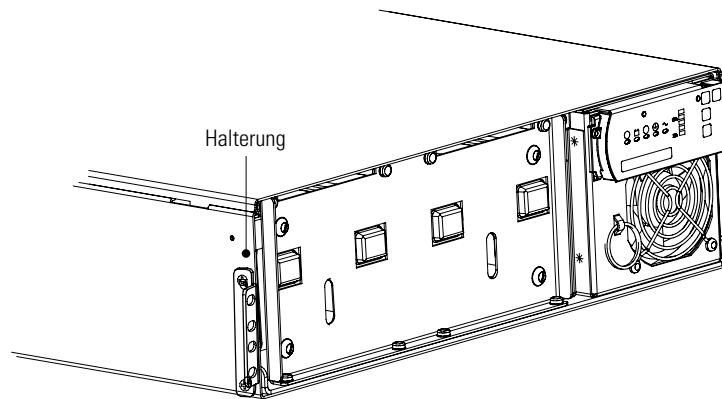

Abbildung 7. Einbauen der Halterungen
8. Die Halterungen aus dem Halterungssatz für Rackeinbau nach den Schraubenbohrungen auf der Seite der USV ausrichten und mit den mitgelieferten Senkkopfschrauben 6-32 x 3/8" befestigen (siehe Abbildung 7).